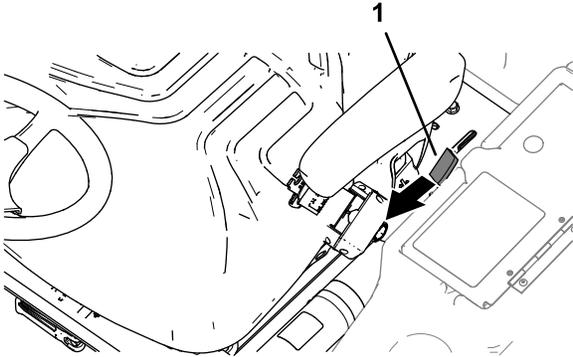

Figura 42
1. Mova o manipulador de fecho da plataforma (Figura 42) em direção à parte frontal da máquina até que o fecho claramente encaixe na barra de bloqueio.